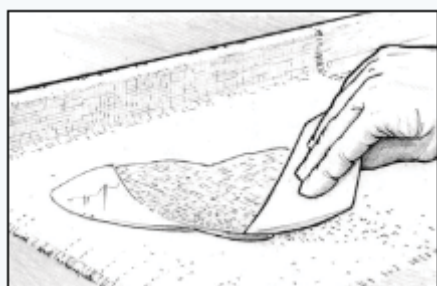

Рис. 29. Распределите эпоксидную смолу с помощью пластикового скребка.
5. Распределите эпоксидную смолу по всей поверхности ткани с помощью пластикового скребка 808, осторожно перемещая ее на сухие участки (Рисунок 29). Как только ткань станет прозрачной, это будет означать, что ткань впитала достаточное количество эпоксидной смолы. При нанесении ткани на пористую поверхность, убедитесь в том, что количество эпоксидной смолы достаточно для того, чтобы пропитать как ткань, так и поверхность под ней. Постарайтесь свести к минимуму работу со скребком, так как излишняя работа на влажной смоле приводит к появлению пузырьков воздуха. Это особенно важно, если требуется прозрачное покрытие.